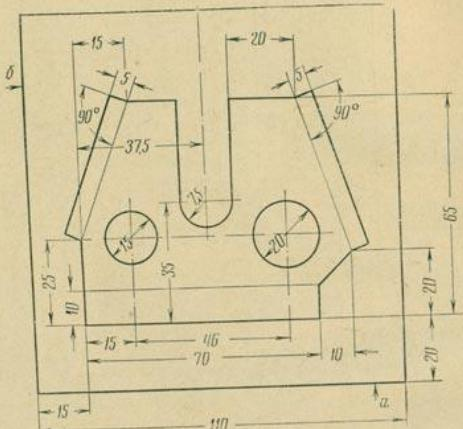

Рис. 20. Косынка
**19.** На стальной пластинке размером  $110 \times 110 \times 3$  мм разметить деталь согласно рис. 20.